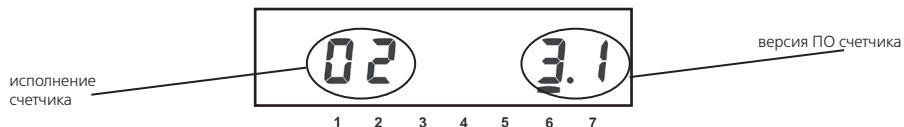

Рисунок 3.26
3.2.6.3 Окно «Версия метрологически значимой части программного обеспечения счетчика» (рисунок 3.26):